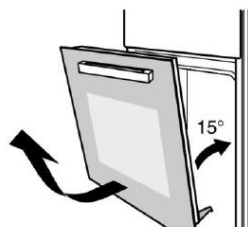

Рис. 2
2. Прикройте дверцу духового шкафа примерно на 15 градусов, затем поднимите дверцу и медленно вытащите из духового шкафа (рис. 2).